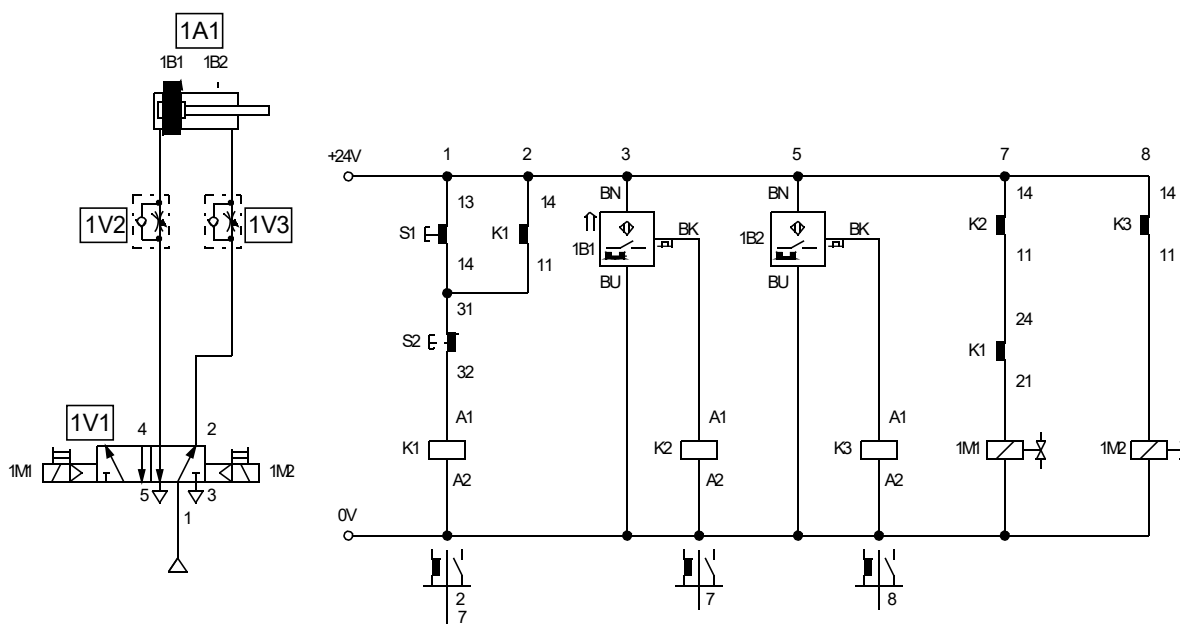

Figure 1 : Commande d'un vérin à double effet avec détecteur de proximité électrique
- 1) Le schéma ci-dessous (**Figure 1**) représente un circuit d'une installation pneumatique avec détecteur de proximité électrique d'un vérin à double effet.
- b) Dessiner, avec le logiciel (FluidSim-p) le montage correspondant au schéma ci-dessous (**Figure 1**), puis réaliser sa simulation.